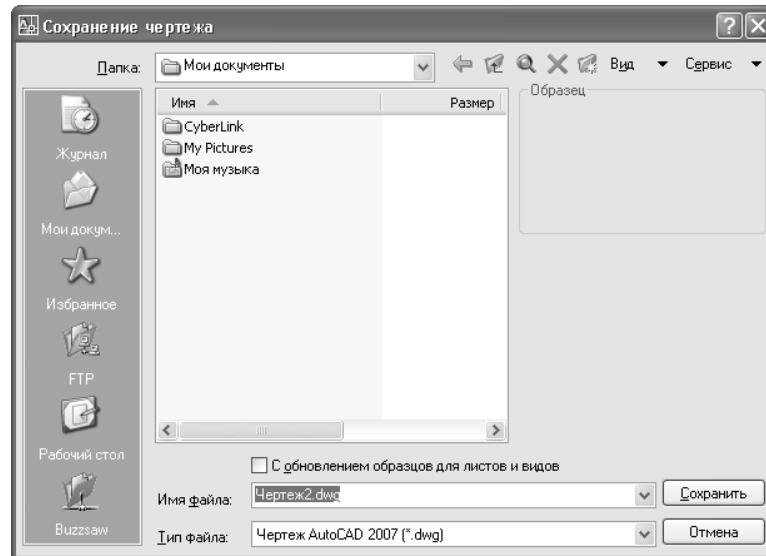

Рис. 3.13 ▼ Диалоговое окно **Сохранение чертежа** (Save Drawing As)
1. Щелкните на кнопке **Сохранить** (Save) панели инструментов **Standard** или выберите из меню команду **Файл ⇒ Сохранить** (File ⇒ Save) либо введите в командном окне команду **Сохранить** (QSAVE) или нажмите **Ctrl+S**. Откроется диалоговое окно **Сохранение чертежа** (Save Drawing As) (рис. 3.13).